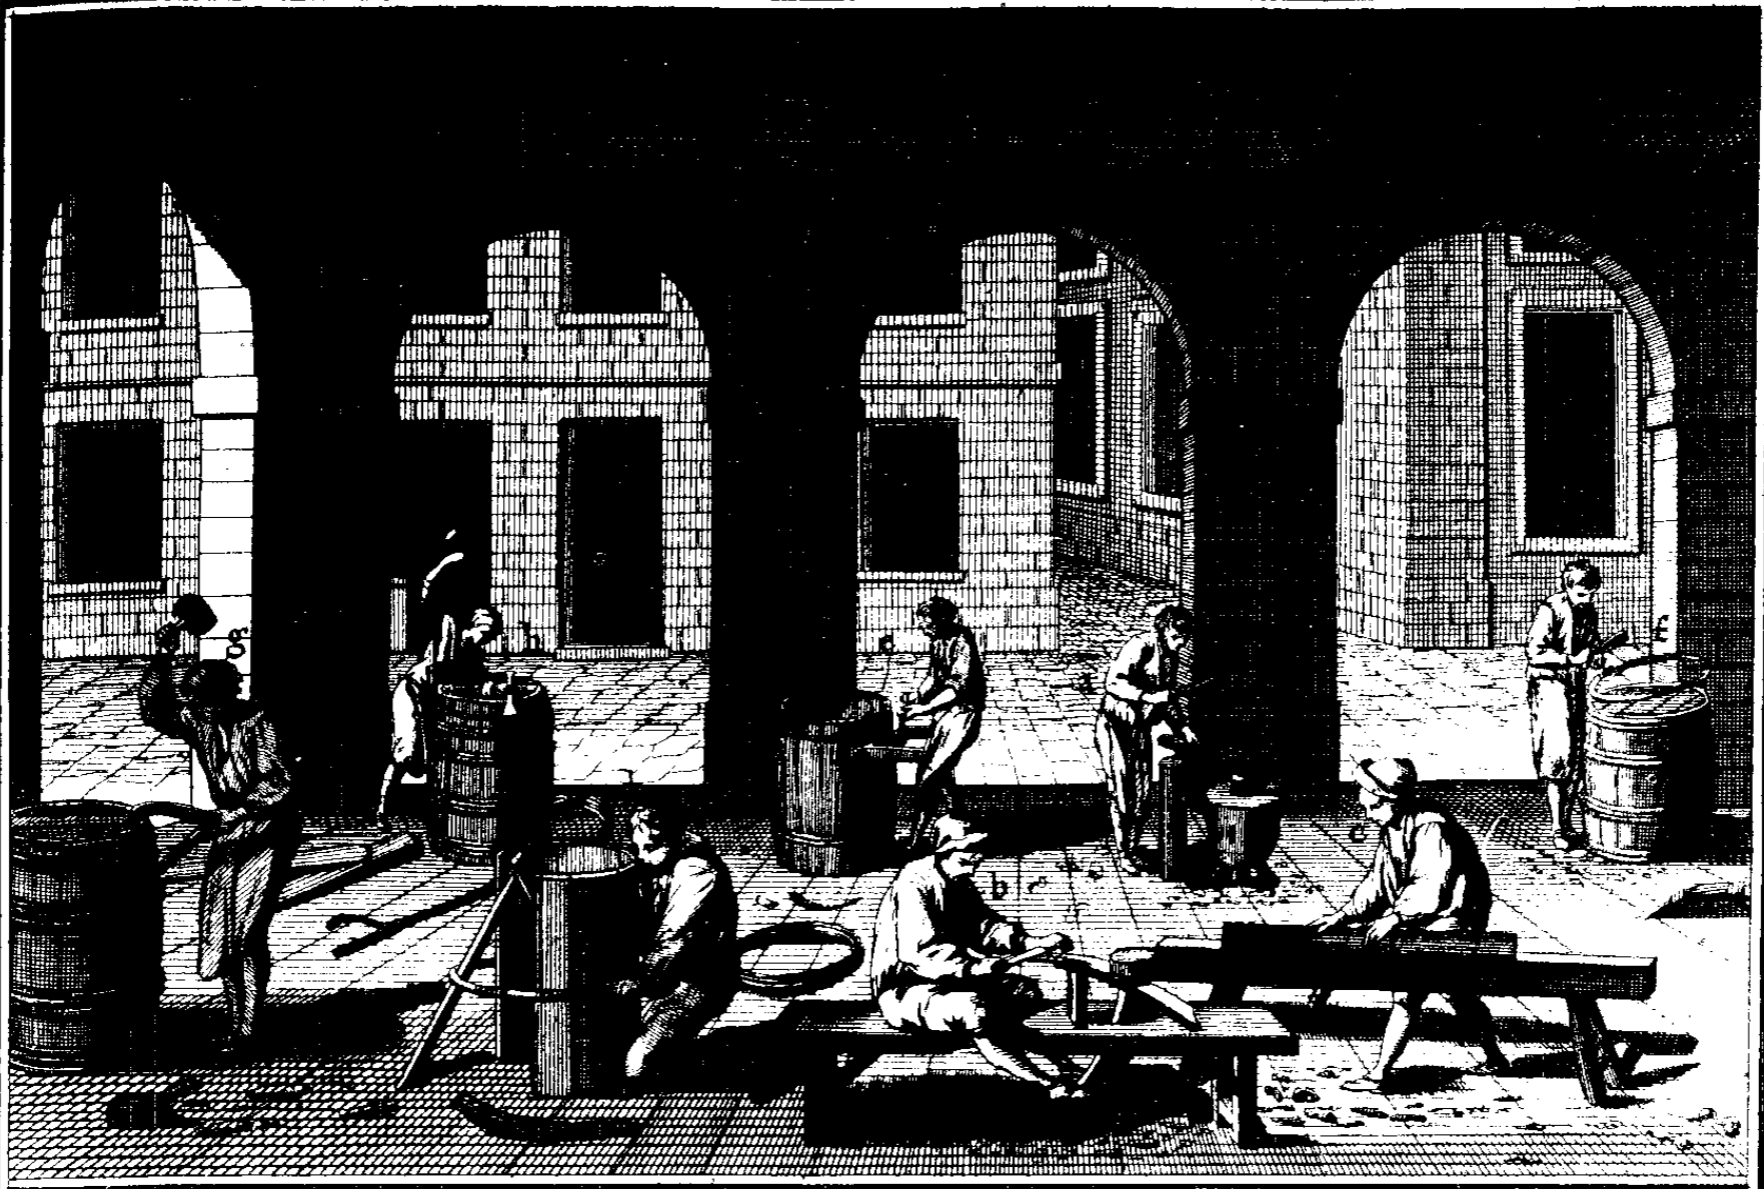

Fig. 1.
- Fig. 1. Mouffes montées propres à monter & descendre les tonnes & tonneaux en cave par les trappes. A, la mouffe supérieure. B, l'effe. C, la mouffe inférieure. D, le cordage. E, le barreau. F, la tonne ou tonneau.